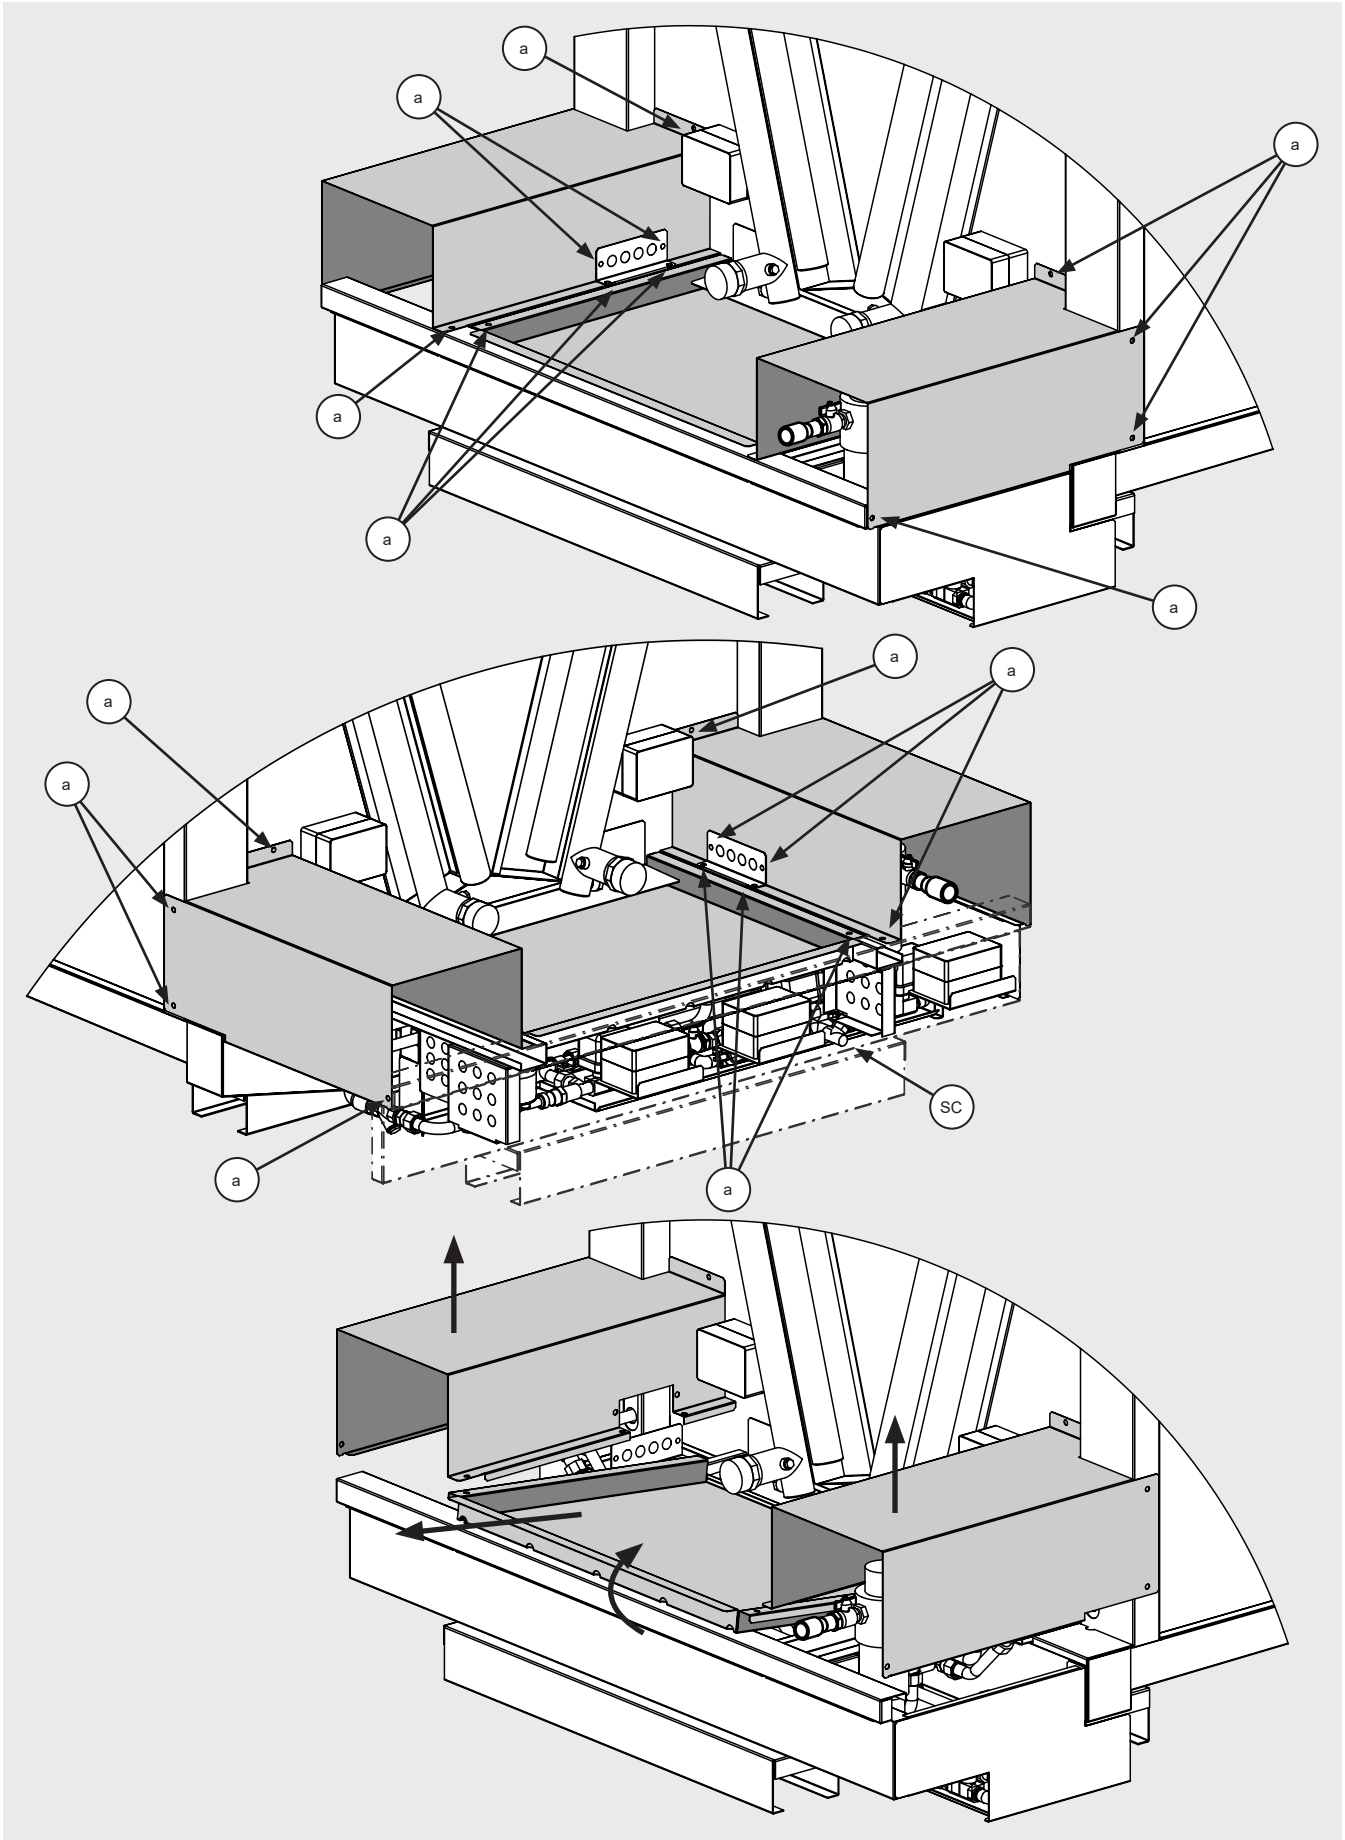

Abbildung 23
- 12.11.4 Warten Sie, bis die Entleerung des adiabatischen Kreislaufs abgeschlossen ist. Sobald das Modell ausgeschaltet wird, öffnen sich alle normalerweise offenen Magnetventile (siehe Punkt 2.9) und der Kreislauf entleert sich über den Anschluss (SC), siehe Abbildung 23.
- 12.11.5 Stellen Sie sich an die Vorderseite des Modells und lösen Sie die Schrauben (a), mit denen die drei Abdeckungen zum Schutz des externen adiabatischen Kreislaufs befestigt sind, siehe Abbildung 23.
- 12.12.7 Warten Sie, bis die Entleerung des adiabatischen Kreislaufs abgeschlossen ist. Sobald das Modell ausgeschaltet wird, öffnen sich alle normalerweise offenen Magnetventile (siehe Punkt 2.9) und der Kreislauf entleert sich über den Anschluss (SC), siehe Abbildung 23.
wird, öffnen sich alle normalerweise offenen Magnetventile (siehe Punkt 2.9) und der Kreislauf entleert sich über den Anschluss (SC), siehe Abbildung 23.
- 12.18.5 Sobald das Modell ausgeschaltet ist, öffnen sich alle normalerweise offenen Magnetventile (siehe Punkt 2.9) und der Stromkreis wird über den Anschluss (SC) teilweise entladen, siehe Abbildung 23.